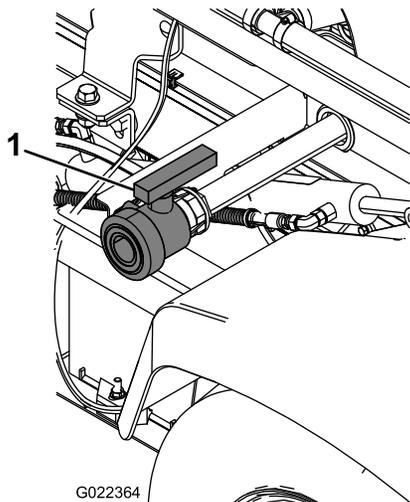

Рисунок 72
2. Найдите сливной кран с левой стороны автомобиля (Рисунок 72).